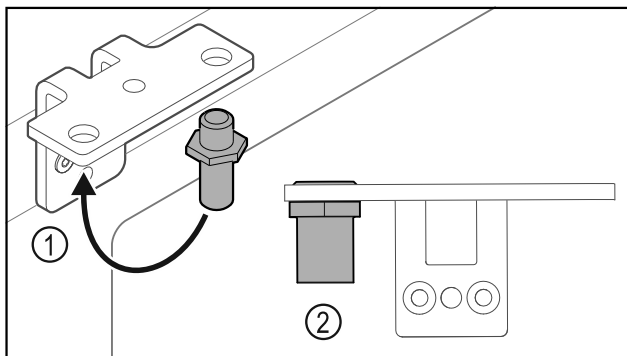

Fig. 36
- Bouten Fig. 36 (1) naar de scharnierhoek verplaatsen.
- Bouten Fig. 36 (2) met **aanhaalmoment van 12 Nm** vastdraaien.